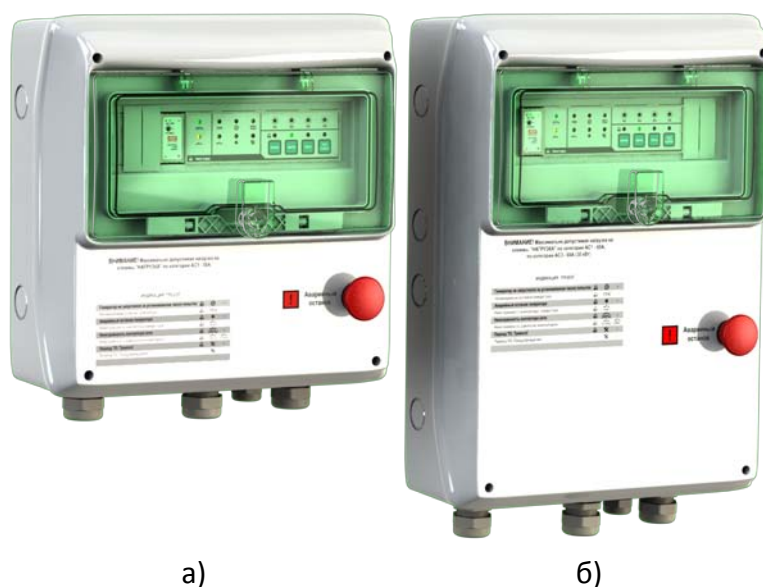

Рис. 5.1. Внешний вид контроллеров АВР К-50 и АВР К-65
5.1.1 Конструктивно устройство выполнено в герметичном пластмассовом корпусе и предназначено для настенного монтажа. На фронтальной стороне под прозрачной герметичной крышкой расположены светодиоды индикации, кнопки управления и переключатели параметров. Также с наружной стороны корпуса расположена кнопка «Аварийный останов». Внешний вид контроллера АВР К-50А представлен на рис. 5.1, а). Внешний вид контроллера АВР К-65А представлен на рис. 5.1, б).
5.4.2 Кнопка «Аварийный останов» (рис. 5.1) обеспечивает экстренный останов генераторной установки на любом этапе запуска, работы или нормального останова.